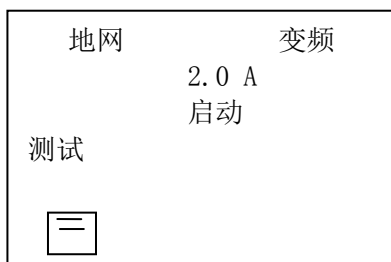

图 3
- 1) 打开电源开关，计算机进行自检，液晶屏显示中文主菜单如图 3 所示。
键, 就会返回初始界面如图 3 所示。